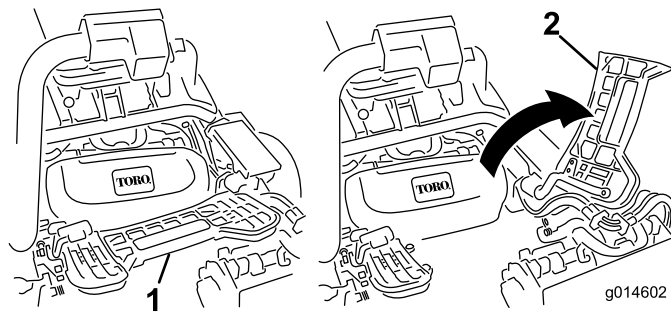

Figura 29
1. Levante el reposapiés y gírelo hacia arriba, para tener acceso a la posición de la unidad de corte central (Figura 29).